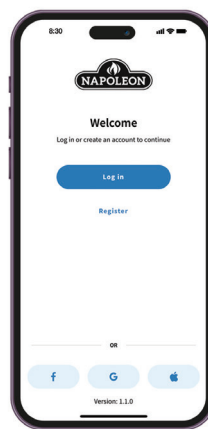

Fig. 1
1. Créez un compte avec l'application **Napoleon Home** OU connectez-vous en utilisant vos informations de compte Facebook, Google ou Apple. (Fig. 1)